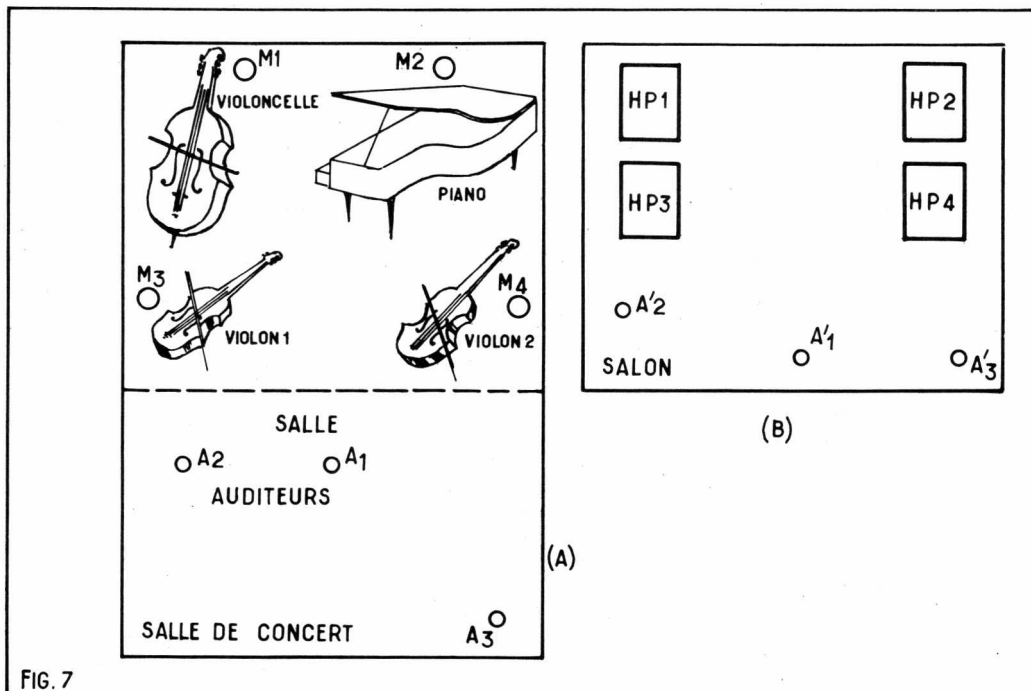

FIG. 7
Imaginons de la musique de chambre. Si le nombre des exécutants est de 2, 3, 4, 5, 6, 7, 8, il faudra autant de voies. Par exemple s'il s'agit d'un quatuor avec deux violons, violoncelle et piano, on devra disposer devant chaque exécutant un microphone directif qui dans la mesure du possible ne devrait capter que les sons de l'instrument considéré (cas idéal impossible à réaliser). A la reproduction, il y aura dans le local d'audition, quatre HP situés comme les instruments qu'ils représentent (voir figure 7-A). Les microphones seront M_1 , M_2 , M_3 et M_4 . Dans la salle l'auditeur de la musique réelle sera par exemple A_1 , parmi les mieux placés, ou A_2 , A_3 , etc., moins bien placés.
A la réception, on disposera les quatre haut-parleurs, HP₁, HP₂, HP₃ et HP₄, d'une manière semblable à la disposition des microphones et des instruments de musique correspondants, comme on le voit à la figure 7-B.
Imaginons aussi, l'Orchestre National retransmis de cette manière. S'il comprend 20 sortes d'instruments différents : violons (1^o et 2^o), altos, violoncelles, contrebasses, flûtes, clarinettes, batteries, cors, tambours, etc., il faudrait 20 voies ! Avec des groupements toutefois on pourrait réduire leur nombre à quatre, dont chacune transmettra un groupe d'instruments de l'ensemble. Revenons à la figure 7 (B).
En effet, la transmission par radio ne peut être faite que par des émetteurs et celle par phono demande des disques à quatre canaux que l'on ne trouve pas pour le moment chez le *disquaire* ou le *drugstore* les plus proches. La transmission par microphones a été symbolisée par la figure 7. Chaque microphone sera relié au HP correspondant par un canal amplificateur.